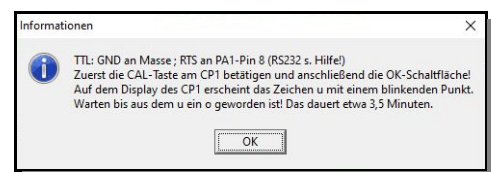

Abb. A5
3. Im Menü Bearbeiten die Option Upload wählen; es erscheint das Informationsfenster aus Abb. A5.